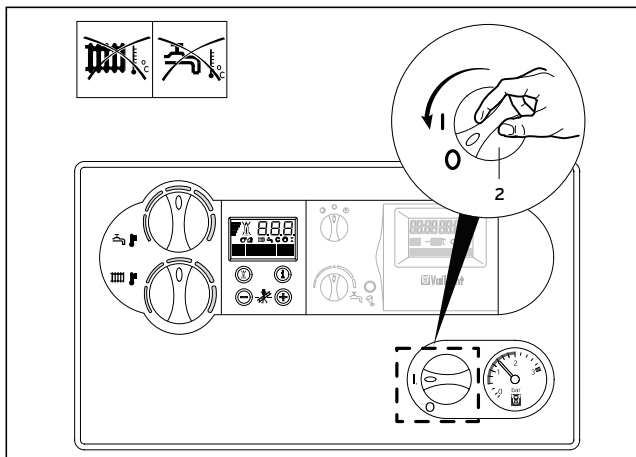

Рис. 3.19 Полное отключение
- Для этого поверните главный выключатель (2) в положение "0" (рис. 3.19).